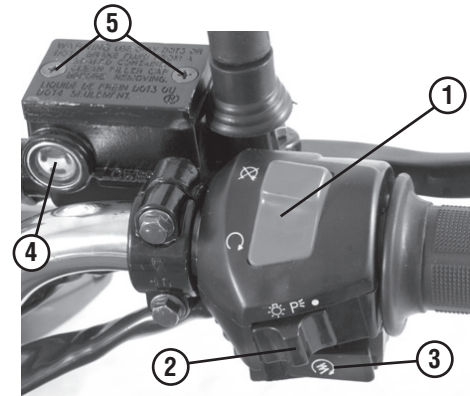

Рис.6 Блок переключателей на руле правый
Стоп-двигатель (рис.6 поз.1) имеет два фиксированных положения:
Выключатель световых приборов (рис. 6, поз. 2) имеет три фиксированных положения:
**Кнопка электростартера** (рис. 6, поз. 3) служит для запуска двигателя.